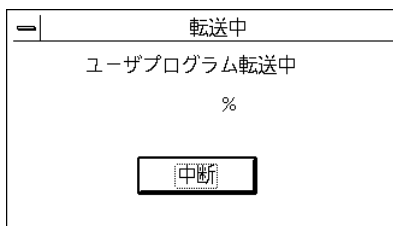

図 2.15 フラッシュメモリ転送中ダイアログボックス
- (4) フラッシュメモリブロックの消去が終了すると、図 2.15 のユーザデータ転送中ダイアログボックスを表示し、ユーザデータの転送を開始します。